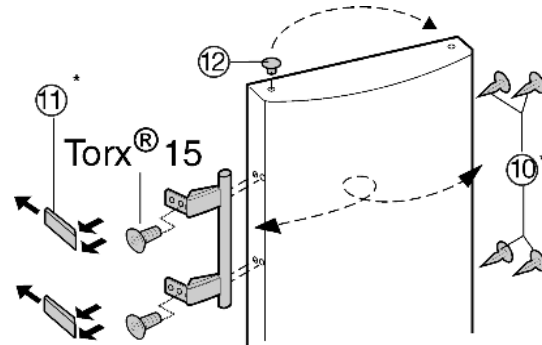

Fig. 8
- ▶ Enlever le bouchon Fig. 8 (12) du coussinet de la porte et le permuter de l'autre côté.
- ▶ Démontez la poignée de porte, le bouchon Fig. 8 (10) et les plaques d'appui Fig. 8 (11) puis les repositionner sur le côté opposé.